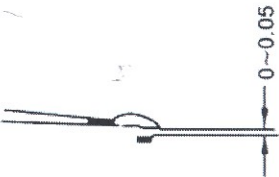

Figura 19
- Quando o lançador esquerdo se mover para a linha central da agulha (esquerda, se houver duas agulhas), o espaço entre a agulha e o lançador é de 0 a 0,05 mm. Figura 19.